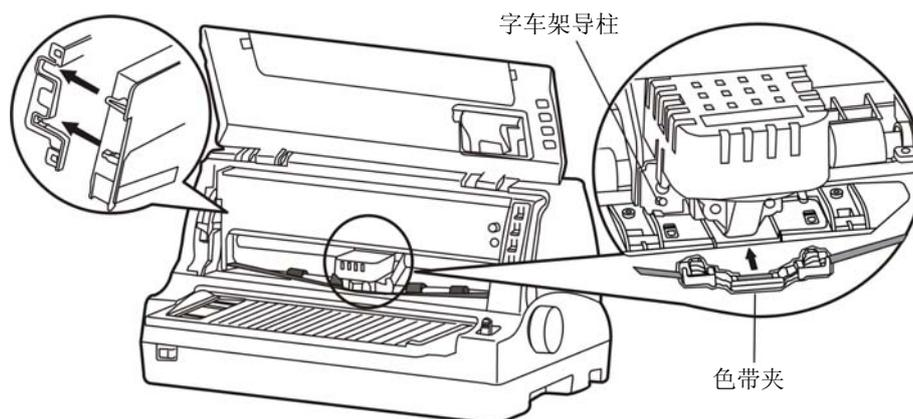

图 2-10 安装色带盒
6. 抓住色带盒的两边，如图 2-10 所示，使色带盒两边的卡扣对准打印机两侧的安装槽，稍用力向前推进，直到完全卡到位。然后将色带夹上的两个圆孔对准字车架上的两个导柱，按压到位。
7. 确保色带芯无皱折，再按照色带盒上箭头方向，转动色带盒旋钮，绷紧色带芯（如图 2-10 所示）